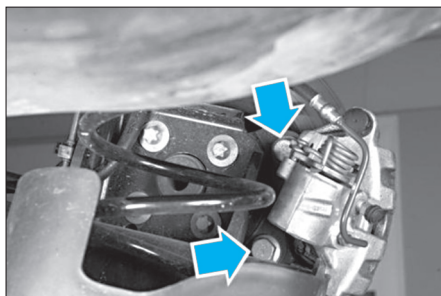

FIG. 17
- Déposer le support d'étrier maintenu sur le corps d'essieu par 2 vis (fig. 17).